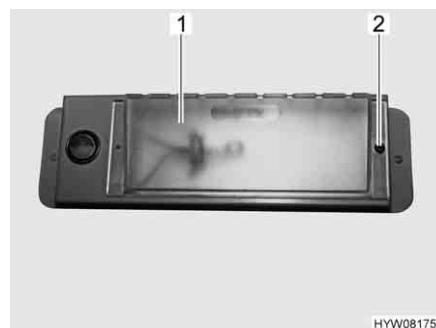

Fig. 113 Lampada del garage
- Svitare la vite di fissaggio (Fig. 113,2).
- Spostare e rimuovere la copertura (Fig. 113,1).